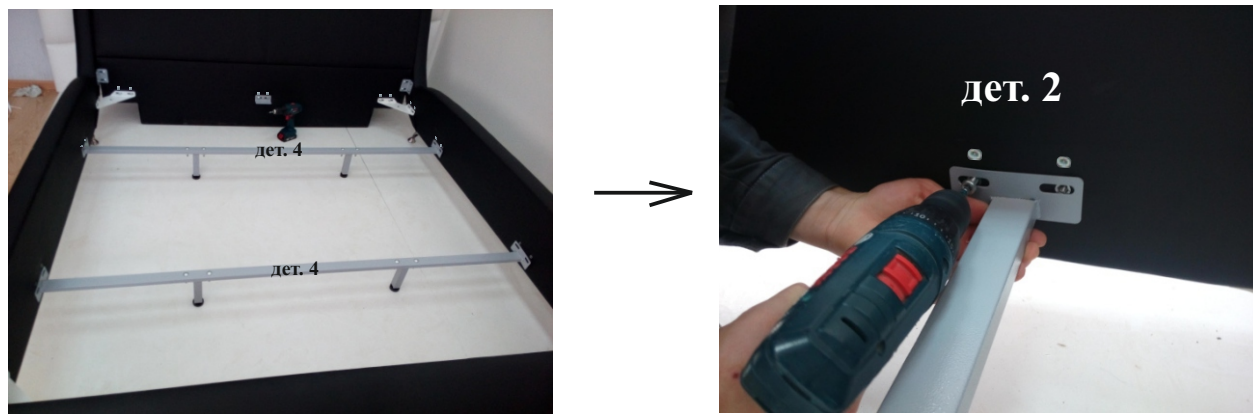

рис. 7
7. Далее установите обе балки (дет.4) между боковыми царгами кровати (дет. 2), предварительно определив на какую глубину будет залегать матрас относительно царг. Закрепите балку с помощью винтов (Ф-1) так, как это показано на рис. 7. Выкрутите подпятники в опорах до уровня пола.